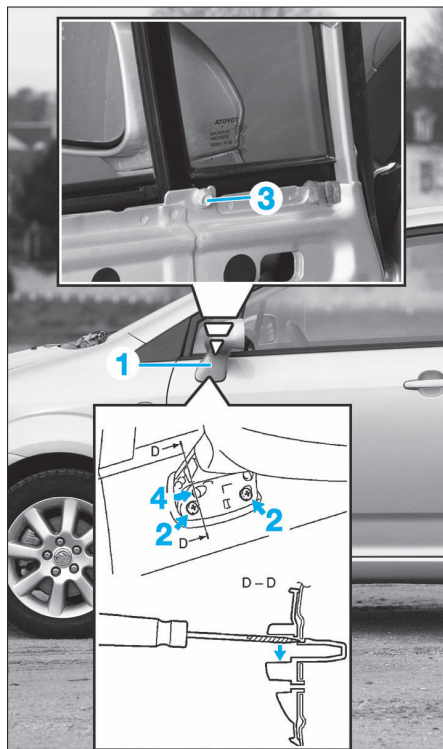

FIG. 48
- Déposer le cache (1) (Fig.48).